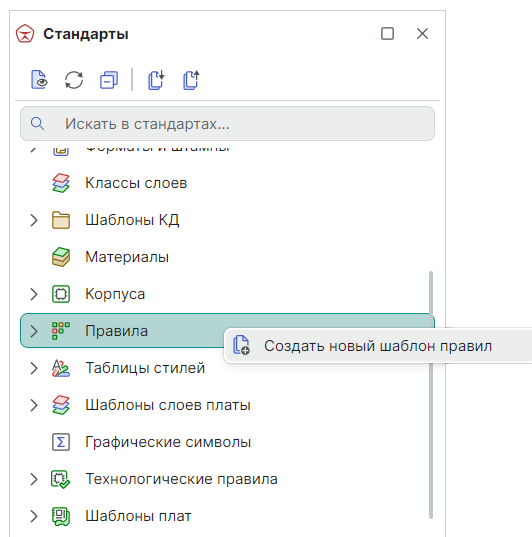

Рис. 120 Создание нового шаблона правил
1. Вызовите контекстное меню для узла «Правила» и выберите пункт «Создать новый шаблон правил», см. Рис. 120.